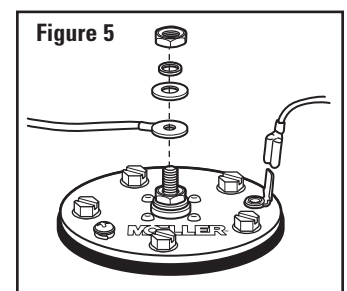

Figure 5
- Pour une installation SANS FUITE, un test de fuite sur cette zone doit être effectué en mettant le réservoir sous une pression de 3 PSI. Puis, vérifiez s'il y a des bulles en présence d'eau savonneuse (voir Figure 5).